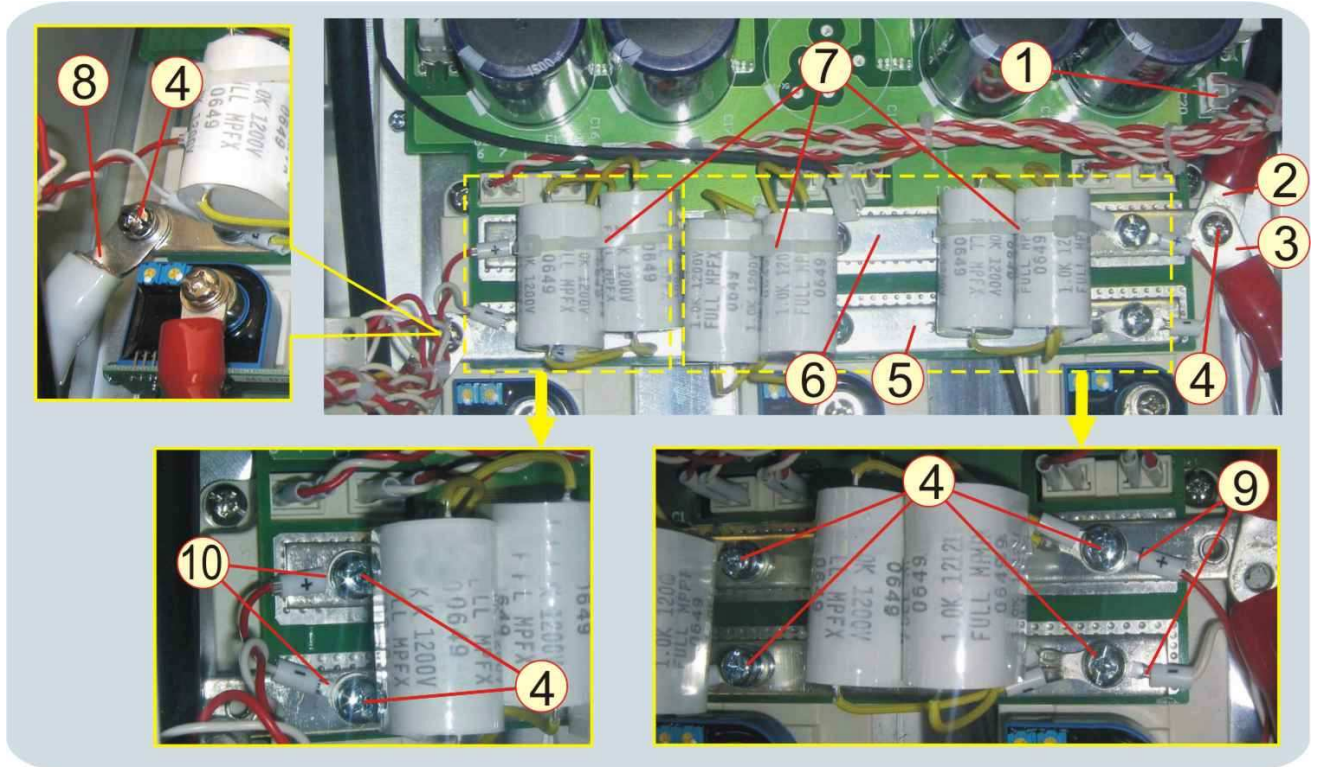

Рисунок 7.34
7.12.5. Закрепить наконечники конденсаторов и проводов 9 и 10 (с учетом полярности) на шинах 5 и 6 винтами 4 (рисунок 7.34).
7.12.6. Закрепить конденсаторы стяжками 7 к держателям стяжек на шине 6 (рисунок 7.34). Отрезать хвосты стяжек у замков.
7.12.7. Закрепить наконечники проводов 2 и 3 на шине 6 и наконечник провода 8 на шине 5 винтами 4 (рисунок 7.34).
7.12.8. Соединить розетку индикатора заряда (жгут «2») с вилкой CN1 на плате конденсаторов (рисунок 7.34).